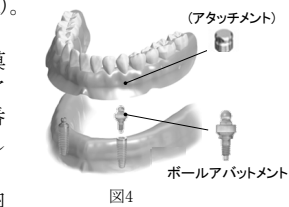

図4
- (1) アバットメントを滅菌し、口腔内のフィクスチャーに固定する（締結トルクは 30 N・cm）。
- (2) 印象採得後、模型を作製する。
- (3) 模型上で対合関係を考慮し、模型上でアナログを支台とし、アタッチメント（製造販売認証番号 221AABZX00090000）を内蔵した義歯床を作製する。
- (4) 義歯床を洗浄・滅菌し、口腔内のボールアバットメントに装着する（図 4）。